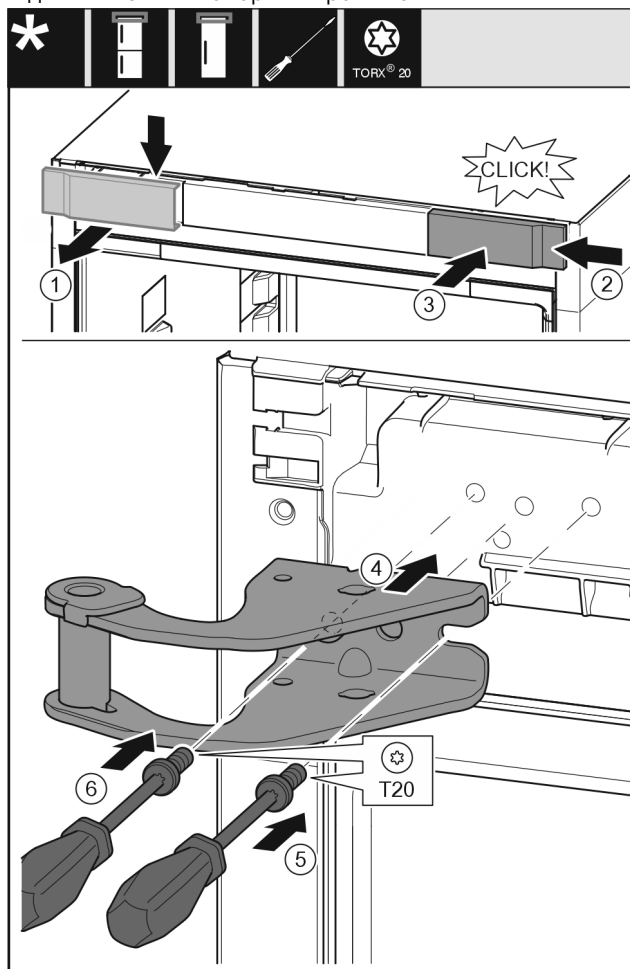

Fig. 9
- ▶ Зніміть кришку вгору вперед. Fig. 9 (1)
- ▶ Почепіть кришку, що повернута на 180°, з іншого боку праворуч. Fig. 9 (2)
- ▶ Зафіксуйте кришку. Fig. 9 (3)
- ▶ Встановіть верхній опорний кронштейн. Fig. 9 (4)
- ▶ Встановіть та закрутіть гвинт за допомогою викрутки T20. Fig. 9 (5)
- ▶ Встановіть та закрутіть гвинт за допомогою викрутки T20. Fig. 9 (6)